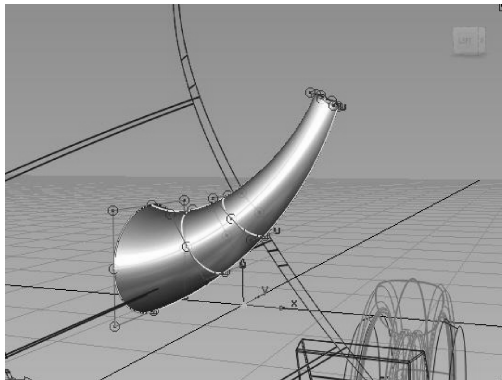

图 10-72 修剪边缘
- 08 然后选择【Skin Surface】工具 , 连接成面，并移动到适合位置，最后利用【Intersect】工具  和【Trim】工具  修剪边缘，如图 10-72 所示，然后利用同样的方